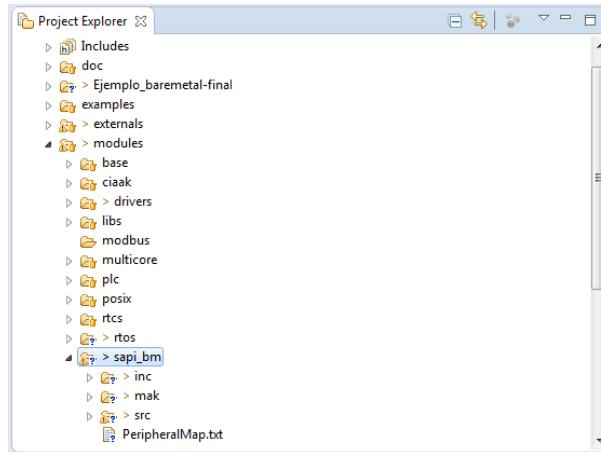

Figura 25: Ubicación de módulo *sAPI*.
- Luego de haber descargado la versión actual de sAPI se procede a copiar la carpeta *sapi_bm* y pegarla en *C:/CIAA/Firmware/modules*. La Figura 25 ilustra este proceso.